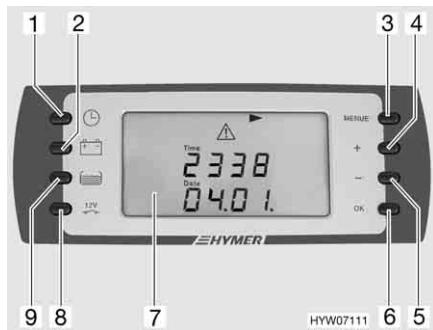
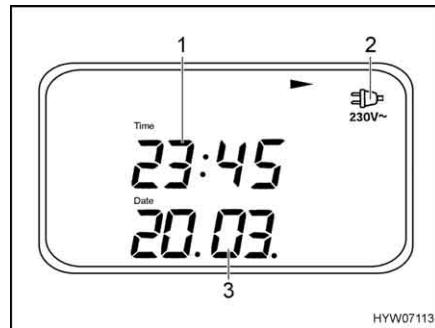
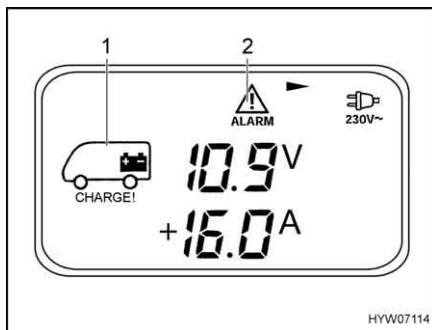
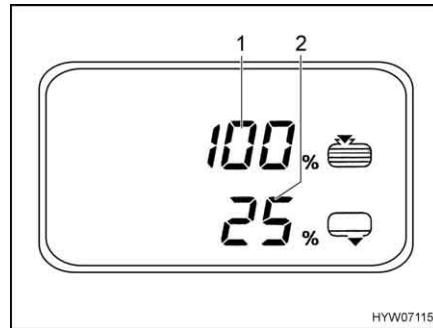

Bild 135 Panel (DT 200)
Bild 137 Grund-Menü (Menüseite 1)
Bild 138 Batterie-Menü (Wohnraumbatterie)
Bild 139 Tank-Menü
Der 12-V-Hauptschalter (Bild 135,8) schaltet das Panel und die 12-V-Versorgung des Wohnraums ein und aus.
- Taste (Bild 135,8) drücken: Die 12-V-Versorgung des Wohnraums ist eingeschaltet. Die LCD-Anzeige (Bild 135,7) zeigt das Grund-Menü und ist 20 Sekunden lang beleuchtet. Im Alarmfall erscheint zusätzlich die jeweilige Alarmanzeige.
- Taste (Bild 135,8) drücken: Die 12-V-Versorgung des Wohnraums ist ausgeschaltet. Zur Bestätigung wird "12V OFF" 3 Sekunden lang angezeigt. Danach erlischt die LCD-Anzeige.
Das Grund-Menü (Bild 137) erscheint immer nach dem Einschalten mit dem 12-V-Hauptschalter (Bild 135,8).
- Taste (Bild 135,1) drücken: Das Grund-Menü erscheint.
- Netzkontrolle (Bild 137,2): Symbol erscheint bei Anschluss des Fahrzeugs an die 230-V-Versorgung
- Datum (Bild 137,3)
- Uhrzeit (Bild 137,1)
Menü aufrufen: ■ Taste (Bild 135,2) drücken: Das Batterie-Menü (Bild 138) erscheint.
- Spannung (V), Ladestrom (+A) und Entladestrom (-A) der Wohnraumbatterie (Bild 138,1)
- Spannung (V) der Starterbatterie (Menüseite 2)
Das Batterie-Menü erscheint und die Symbole (Bild 138,1 und 2) blinken, sobald die Spannung der Wohnraumbatterie 11 V (Messung im laufenden Betrieb) unterschreitet und damit Tiefentladung droht. Zusätzlich blinkt die Spannungsangabe.
- Taste (Bild 135,9) drücken: Das Tank-Menü (Bild 139) erscheint.
- Füllstand des Wassertanks (Bild 139,1)
- Füllstand des Abwassertanks (Bild 139,2)
Tank-Alarm Das Tank-Menü erscheint und das entsprechende Symbol blinkt, wenn der Wassertank leer oder der Abwassertank voll ist. Zusätzlich blinken das Alarm-Symbol und die entsprechende Prozentangabe (Bild 139,1 oder 2).
- Die Taste Tank-Menü (Bild 135,9) drücken.
- Die Taste "MENU" (Bild 135,3) länger als 3 Sekunden drücken. Das Tank-Einstellungsmenü wird angezeigt.
- Mit den Tasten "+" und "-" (Bild 135,4 und 5) den Tankalarm einschalten ("ON") oder ausschalten ("OFF") und mit Taste "OK" (Bild 135,6) bestätigen.